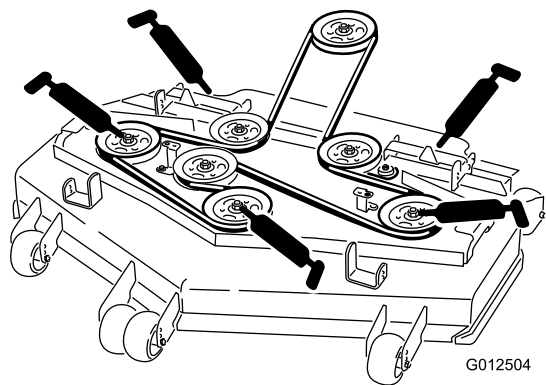

Figura 30
4. Engrase los tres cojinetes de los ejes hasta que rezume grasa (Figura 30).
5. Lubrique los puntos de engrase de los brazos de empuje (Figura 30).